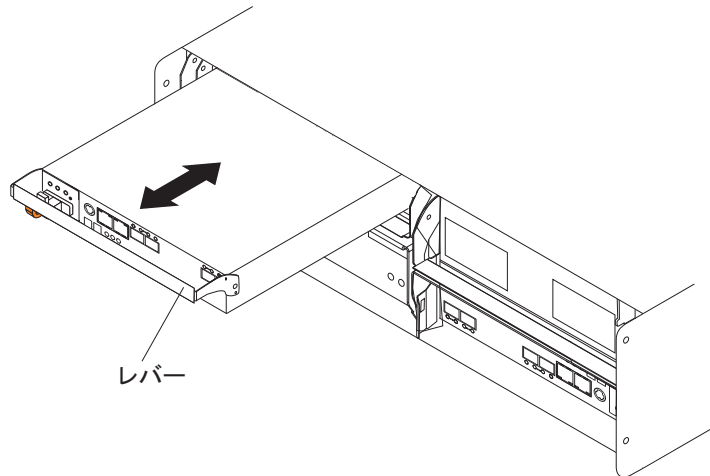

図 75. DS3950 からのコントローラーの取り外し
9. シャーシからレバーをゆっくりと手前に引いて、コントローラーをベイから取り外します。コントローラー・レバーを解放する際には両手を使用してください。148 ページの図 75 に、ストレージ・サブシステム・シャーシからスライドするコントローラーを示します。